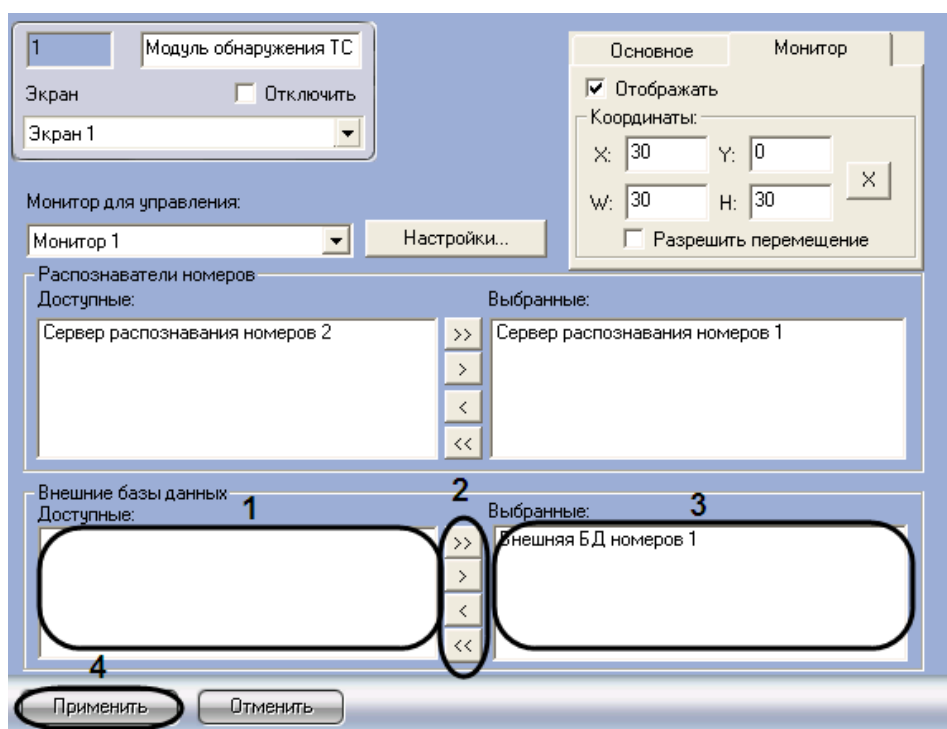

Рис. 7.8-6. Выбор внешних баз данных номеров
1. Перейти на панель настройки объекта «Модуль обнаружения ТС» (Рис. 7.8-6).
2. Выбрать требуемые внешние базы данных номеров из списка «Доступные» группы «Внешние базы данных» (см. Рис. 7.8-6, 1).
3. Переместить выбранные внешние базы данных номеров в список «Выбранные» группы «Внешние базы данных», нажав кнопку «>» (или кнопку «>>» для перемещения всех внешних баз данных номеров из списка) (см. Рис. 7.8-6, 2-3).
*Примечание.* Кнопки «<» и «<<» предназначены для обратных действий, т.е. для перемещения выбранных или всех внешних баз данных номеров из списка «Выбранные» в список «Доступные» (см. Рис. 7.8-6, 2).
4. Для сохранения внесенных изменений нажать кнопку «Применить» (см. Рис. 7.8-6, 4).